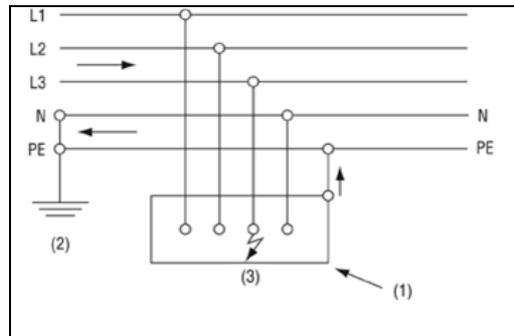

Figure 1 : boucle de défaut dans un schéma TN-S
- le schéma TN-S (voir figure 1), où les conducteurs neutre N et de protection PE sont séparés.